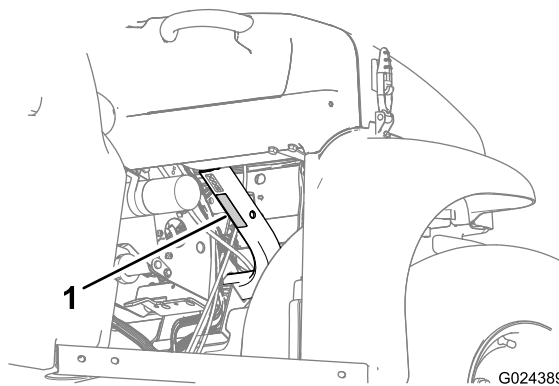

図 22
- 荷台に積むことのできる重量を守ってください。これらについては、**仕様 (ページ 16)** に記載してあります。また、車両最大定格総重量は機体の銘板に表示してあります **図 22**。